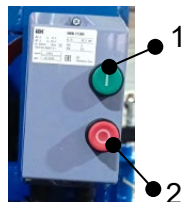
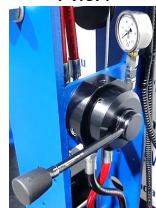

Рис. 1
Рис. 2
4.4 Для запуска гидростанции нажмите кнопку «I» на контакторе (Рис. 1, 1)
4.5 Произведите опробование выдвигания штока вниз, используя ручной распределитель (Рис. 2 - положение ручка вниз.).
распределителя (Рис. 2 – положение ручка вверх) вернуть шток в исходное положение. Повторить еще один-два раза полное опускание и поднятие штока для удаления остатков воздуха из гидросистемы.
4.7 После работы с прессом, вернуть шток в исходное положение, зафиксировать ручку ручного распределителя (Рис. 2) в среднем положении, отключить питание станции (Рис. 1, 2) осмотреть пресс на предмет отсутствия утечек, утерянных элементов, незакрепленных деталей, повреждений, произвести уборку рабочего места и отключить пресс от сети.